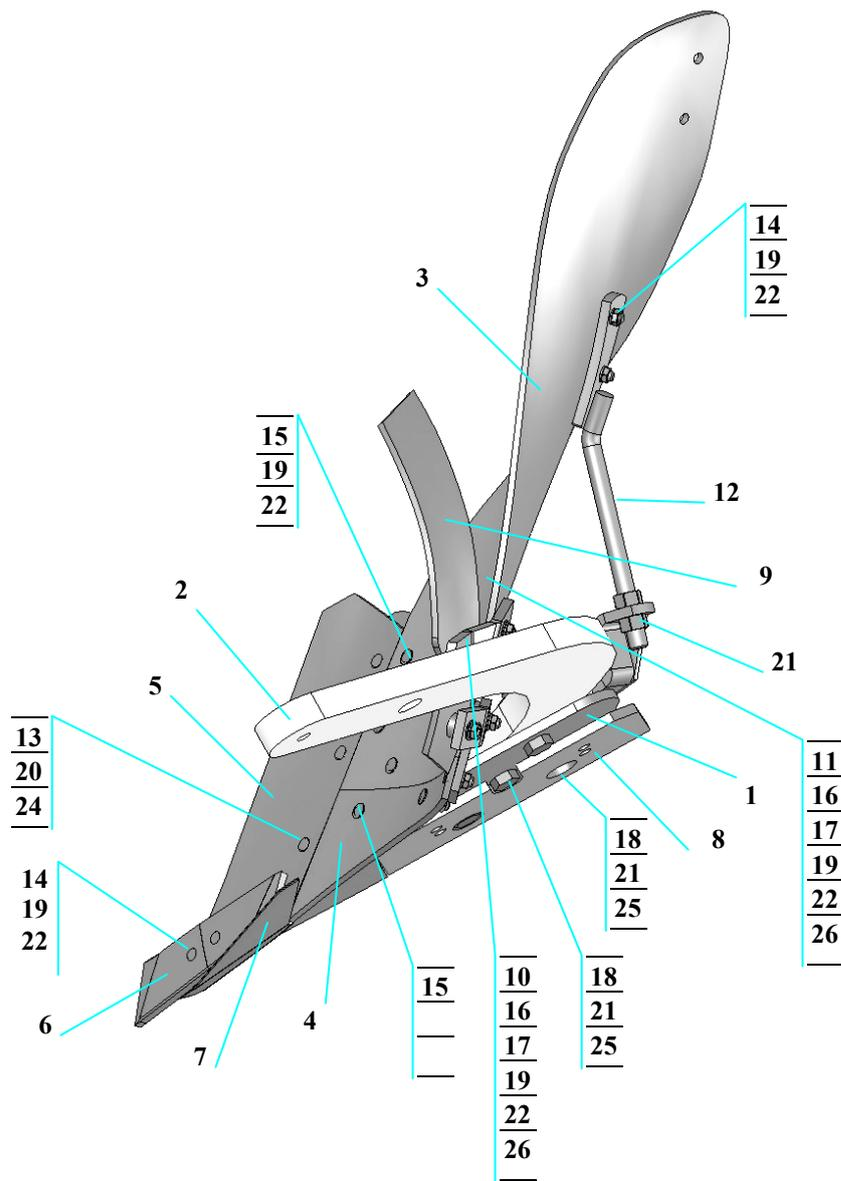

Рис. 15 Корпус в сборе
(Рис. 15)
*Комплектовка плугов корпусами (см. рис. 15) по отдельному заказу